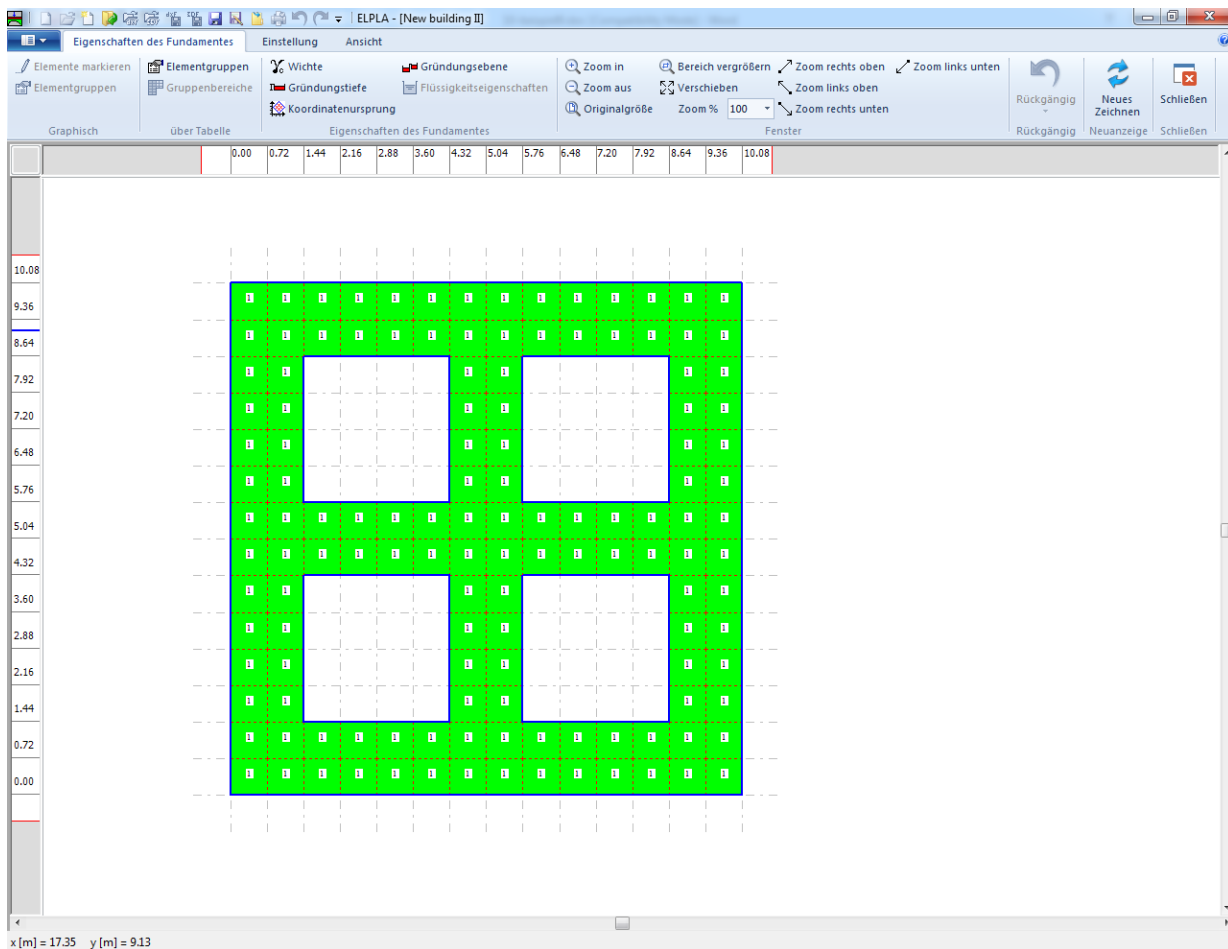
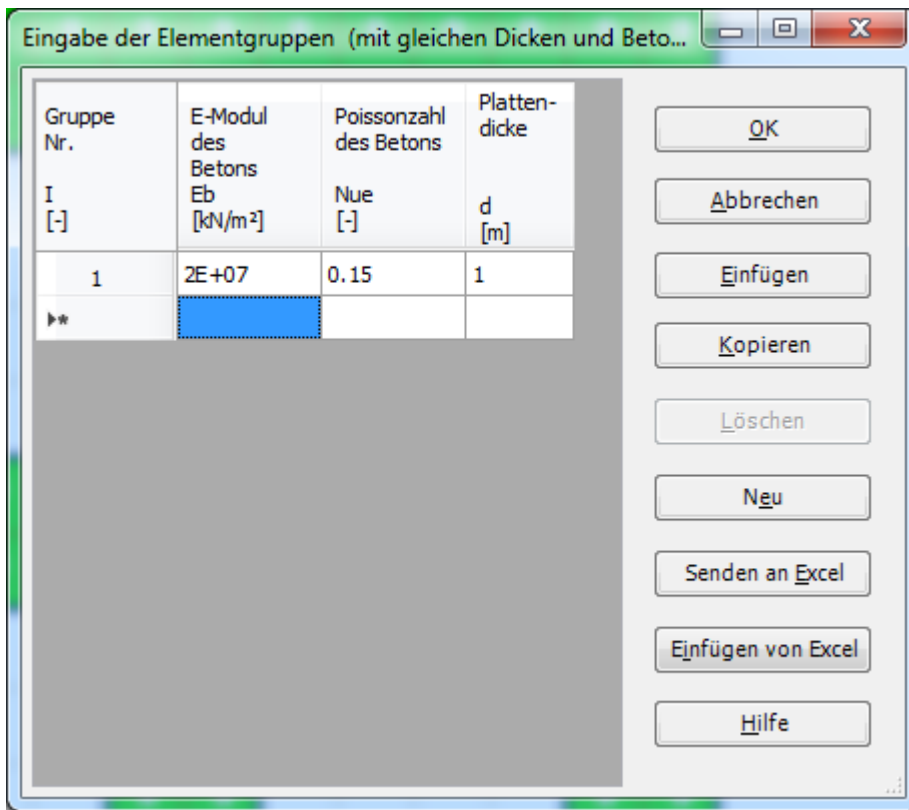
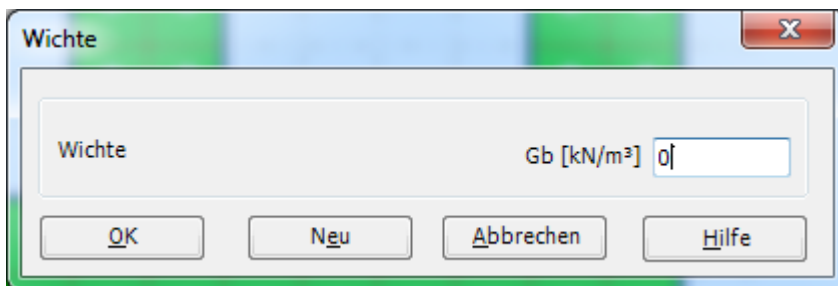
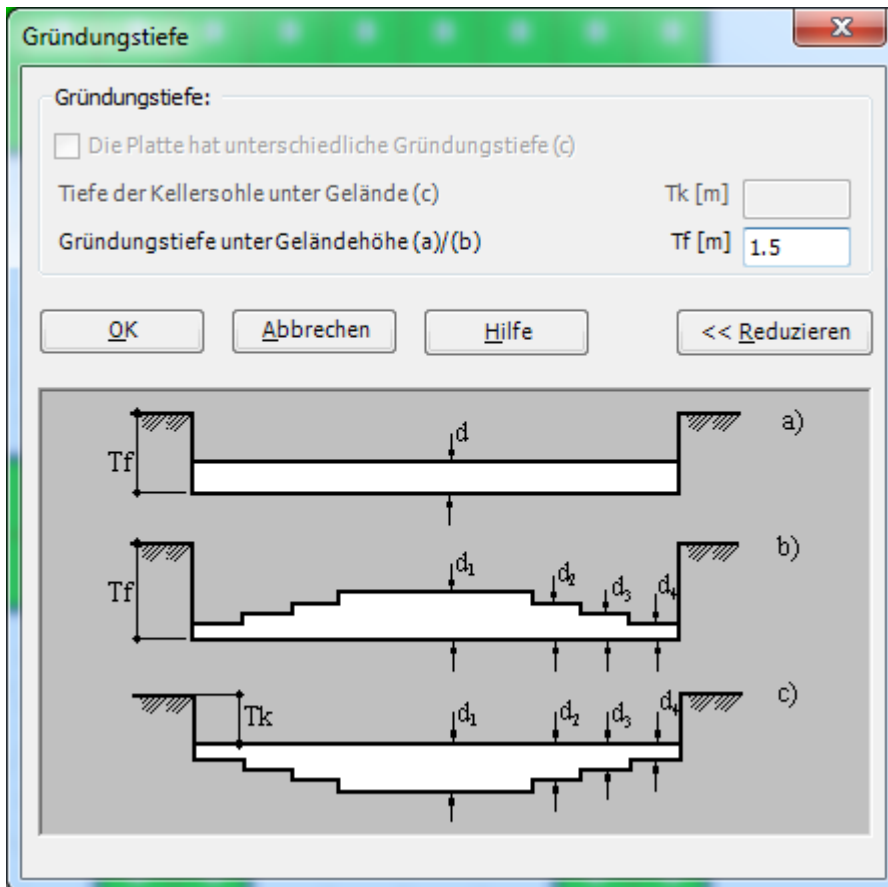

Bild 9.22 "Eigenschaften des Fundamentes" Fenster
Bild 9.23 Listenfeld "Beschreibung der Elementgruppe"
Bild 9.24 Dialogfeld "Wichte des Fundamentbetons"
Bild 9.25 Dialogfeld "Gründungstiefe"
- Wählen Sie den Befehl "Eigenschaften des Fundaments" aus der Registerkarte "Daten". Das folgende Fenster im Bild 9.22 erscheint mit Standardwerten von Eigenschaften des Fundaments. Die Daten der Eigenschaften des Fundaments für dieses Beispiel sind Fundamentmaterial, Fundamentdicke und Gründungstiefe. Die anderen Daten entsprechen den Eigenschaften des Fundaments in den Programm-Menüs. Deshalb kann der Benutzer diese Daten aus den Standardwerten der Eigenschaften des Fundaments übernehmen
- im Fenster von Bild 9.22. Das folgende Listenfeld im Bild 9.23 mit Standardwerten erscheint. Um einen Wert im Listenfeld einzugeben oder zu modifizieren, schreiben Sie diesen Wert in der entsprechenden Zelle, dann drücken Sie "Eingabe". Im Listenfeld von Bild 9.23 geben Sie E-Modul des Fundaments, *Poissonzahl* des Fundaments und die Fundamentdicke ein
- Wählen Sie "Wichte" aus dem Menü "Eigenschaften des Fundaments" im Fenster von Bild 9.22. Das folgende Dialogfeld im Bild 9.24 mit einer Standardwichte von 25 [kN/m³] erscheint. Um das Eigengewicht des Fundaments bei der Berechnung zu vernachlässigen, schreiben Sie 0 im Textfeld "Wichte des Fundamentbetons"
- Wählen Sie den Befehl "Gründungstiefe" aus dem Menü "Eigenschaften des Fundaments" im Fenster von Bild 9.22. Das folgende Dialogfeld im Bild 9.25 erscheint, um die Gründungstiefe unter Geländehöhe zu definieren
- Wählen Sie "Speichern" aus dem "Datei"-Menü im Bild 9.22, um die Eigenschaften des Fundaments zu speichern